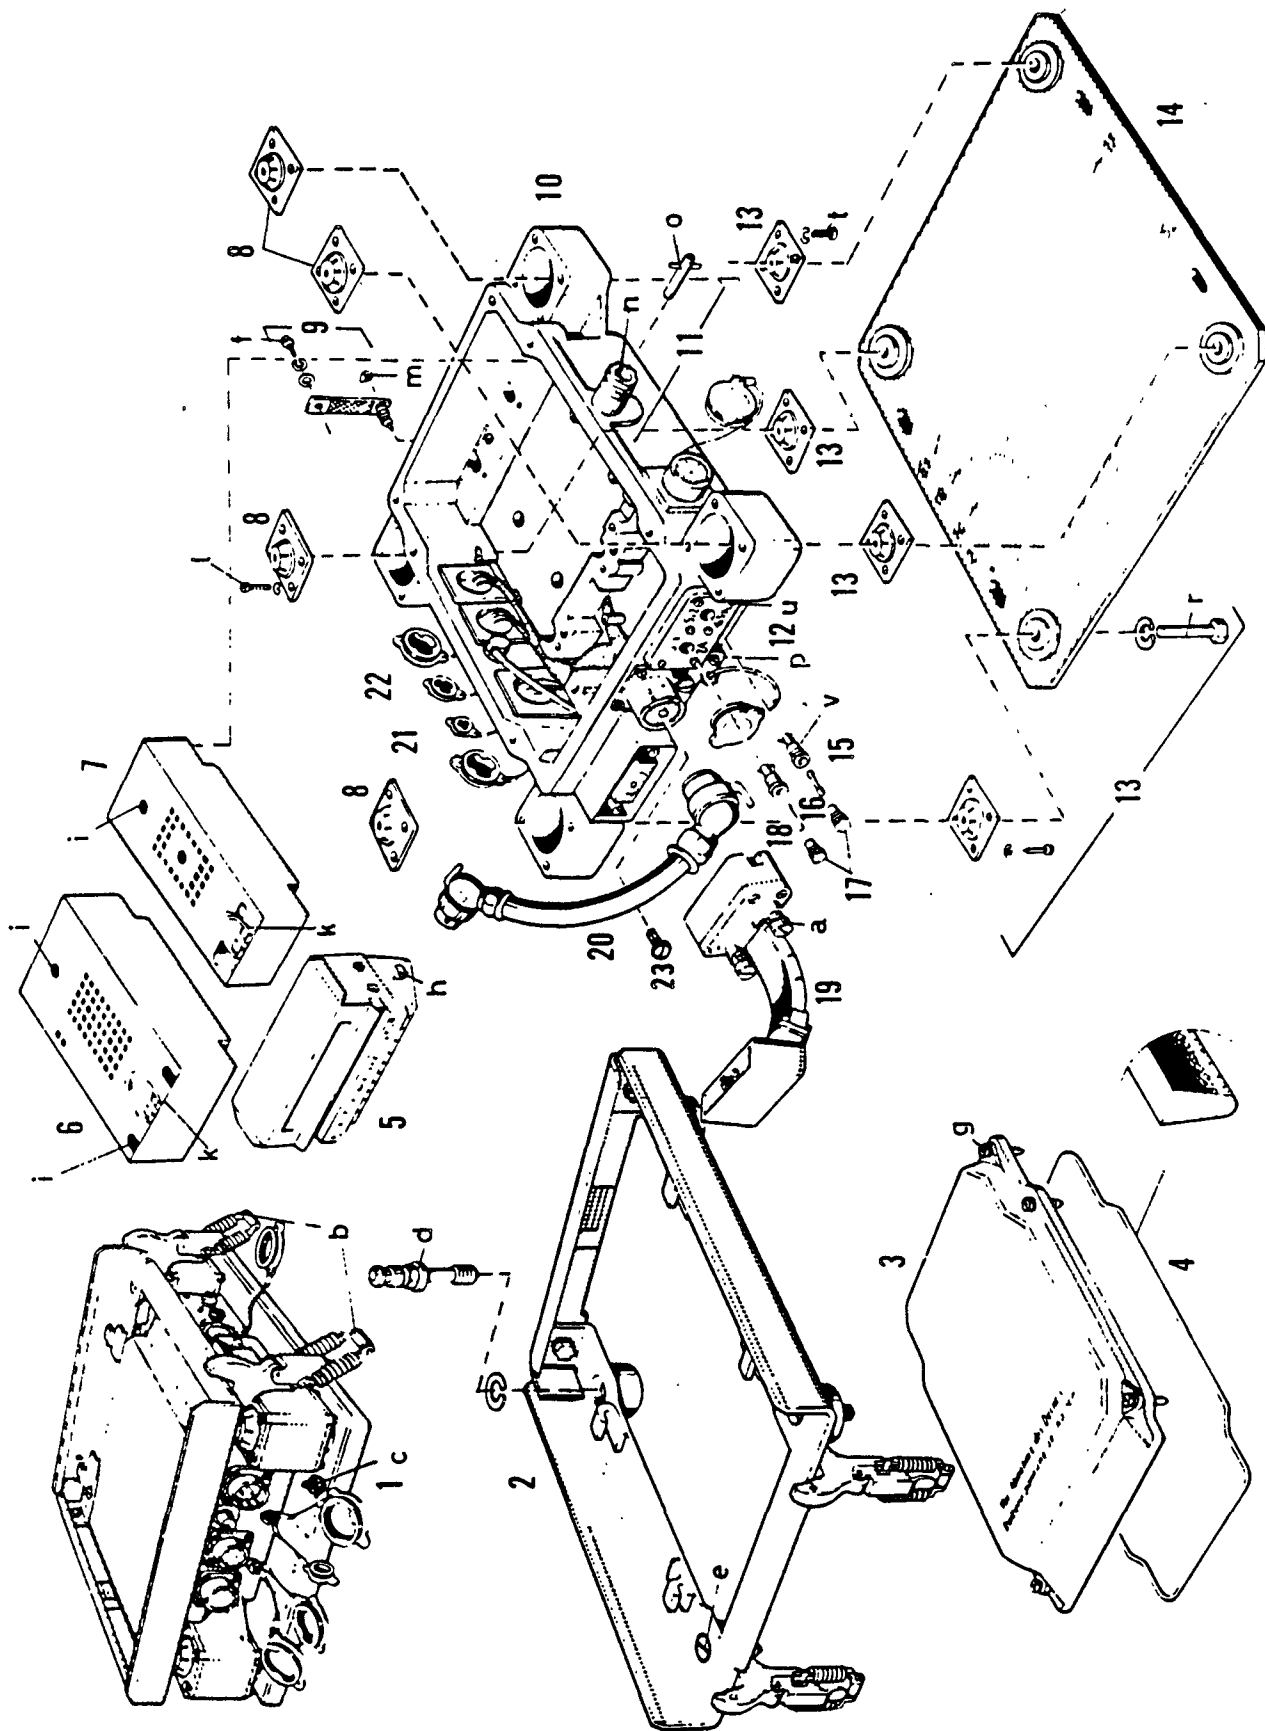

Bild 28. Sender - Empfänger - Grundplatte SEM 25
4.4.3.7. Antrieb-Stromversorgung (Stromversorgungsmodul) Bild 28/7)
4.4.3.8. Satz Dämpfungslagerung (Bild 28/8)
4.4.3.9. Elektrische Leitung (Bild 28/9)
4.4.3.10. Blindstopfen (Bild 28/11)
4.4.3.11. Schutzdeckel (Bild 28/12)
4.4.3.12. Halteplatte (Bild 28/14)
4.4.3.13. Satz Dämpfungslagerung (Bild 28/13)
4.4.3.14. Gerätgehäuse (Bild 28/10)
4.4.3.15. Sicherungshalter (Bild 28/15)
#### 4.4.3.16. Sicherungshalter-Kappe (Bild 28/17)
#### 4.4.3.17. Sicherung (Bild 28/16 u. 18)
#### 4.4.3.18. Verbindungskabel (Bild 28/19)
4.4.3.19. Verlängerungskabel (Bild 28/20)
4.4.3.20. Schutzdeckelgruppe (Bild 28/21)
4.4.3.21. Schutzdeckelgruppe (Bild 28/22)
4.4.3.22. Lüftungsschraube (Bild 28/p)